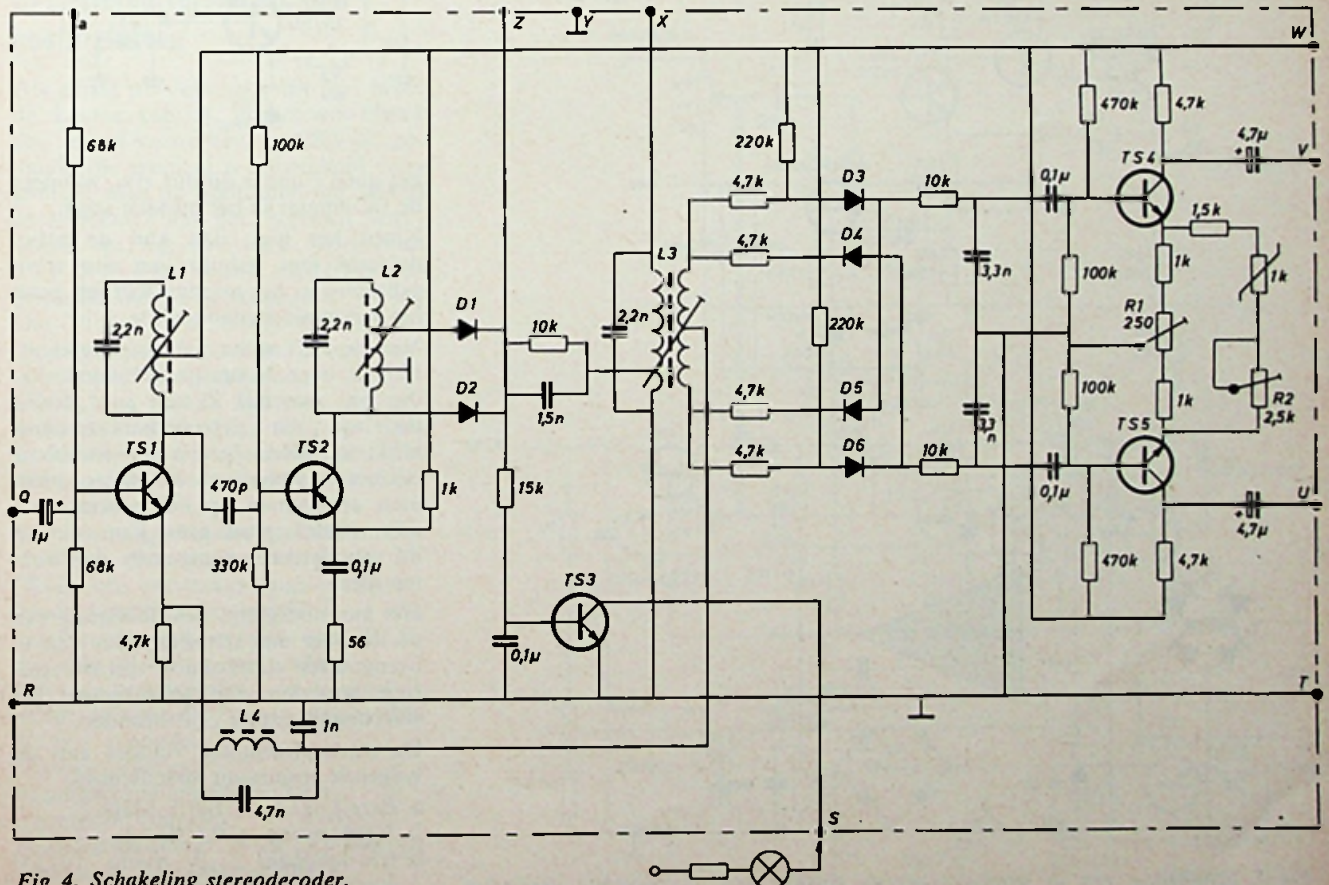

Fig. 4. Schakeling stereodecoder.
- c. Stereo decoder volgens tijdmultiplex principe (fig. 4)